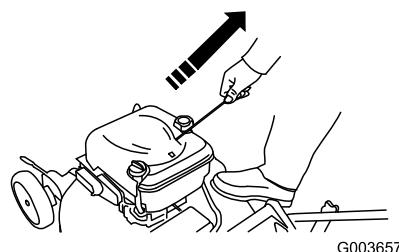

Figura 16
- Tire del arrancador de retroceso en el motor (Figura 16).